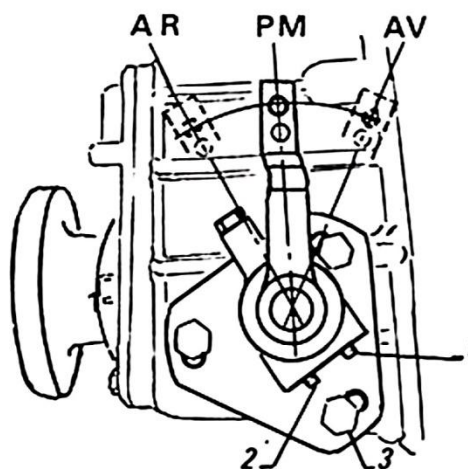

Fig. 8
- Débloquer et dévisser les vis autoserrantes de butée 1 et 2 Fig. 8 et les vis de fixation du flasque d'embrayage 3
- Unblock and undo self-tightening stop -screws 1 and 2 Fig.8 and clutch flange fixing screws 3